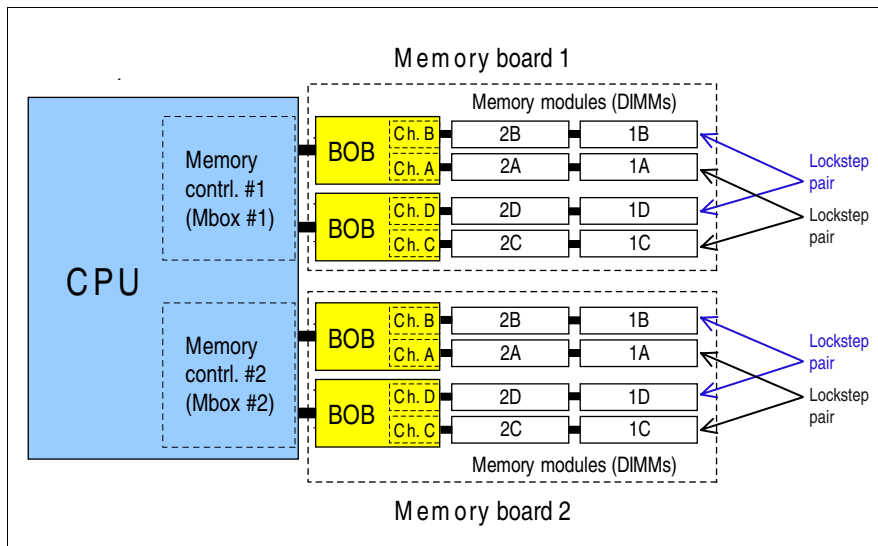

図 3: RX600 S6 のメモリアーキテクチャ
- メモリボードには、DIMM を**ロックステップペア**（23 ページ の図 3 を参照）で取り付ける必要があります。ペアの DIMM はどちらも**同じ値でなければなりません**。